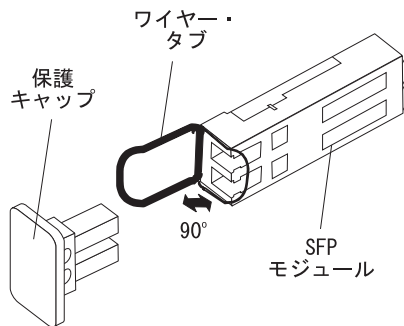

図 20. SFP モジュールのアンロック - ワイヤー・タブの場合
- a. ワイヤー・タブを下方に 90° 引いて SFP モジュールをアンロックします (図 20 を参照)。